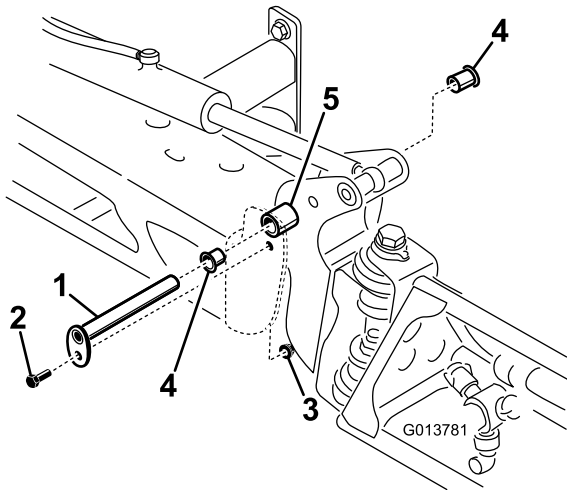

Figure 3
- Retirez le boulon et l'écrou de fixation de l'axe de pivot à la rampe latérale droite (Figure 3).
- Retirez l'axe de pivot (Figure 3).